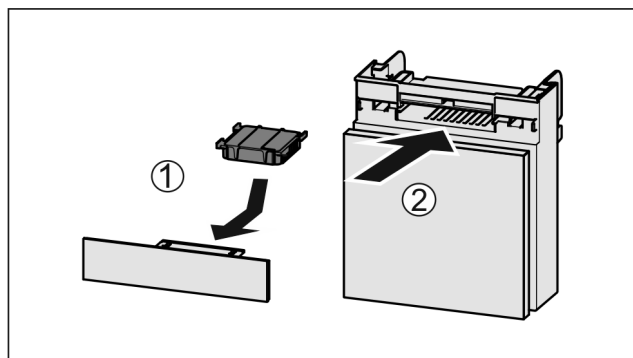

Fig. 187
- Filtr s aktivním uhlím vložte podle vyobrazení Fig. 187 (1).
- Zásuvku zasuňte Fig. 187 (2).